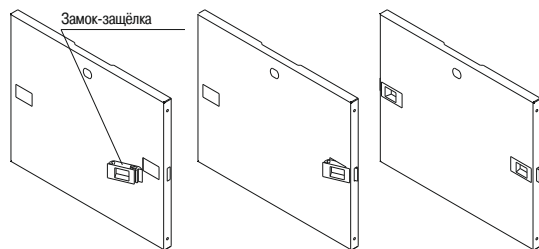

Рисунок 10
4.2.1 Вставьте в прямоугольные отверстия боковых панелей замки-защёлки (рисунок 10).